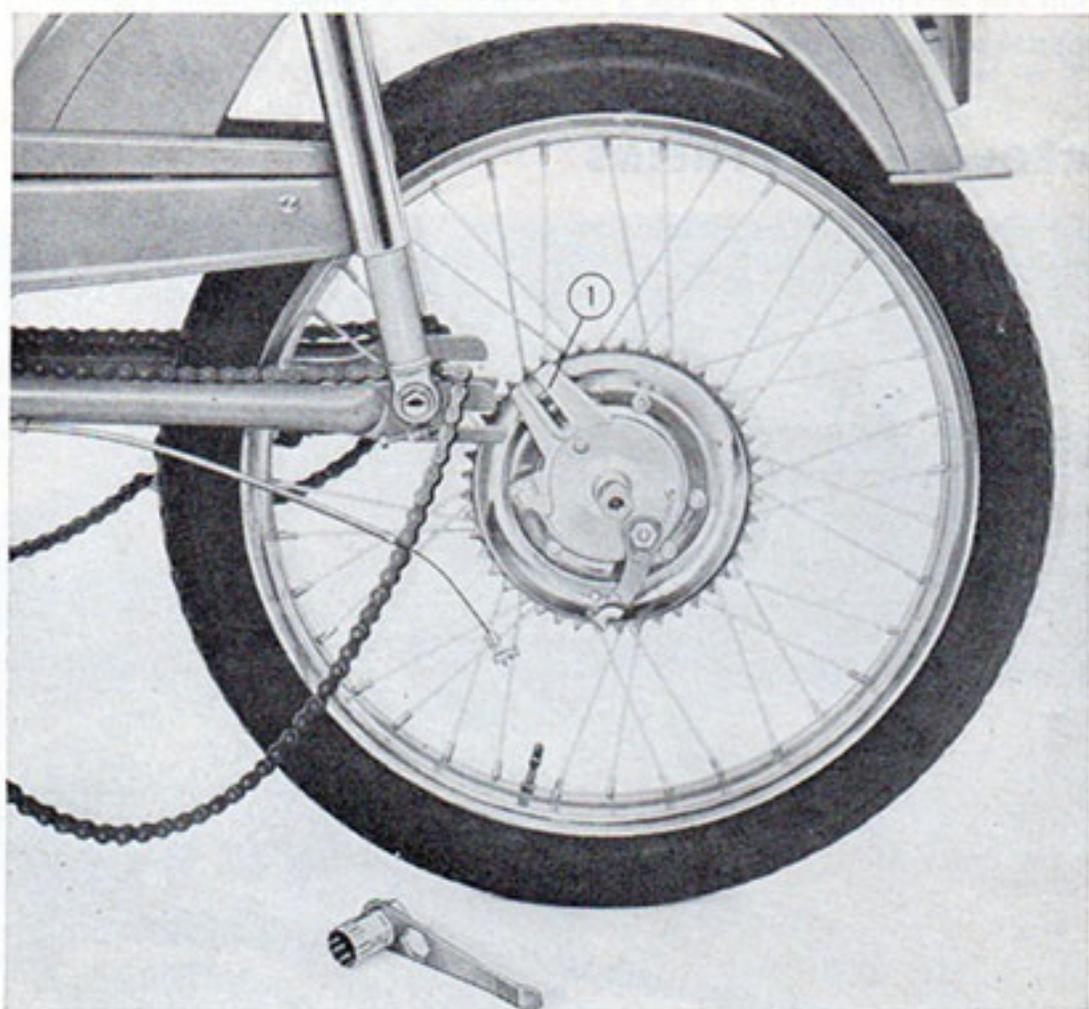

Fig. 13
Au remontage, faire attention à bien engager la patte d'ancrage (1) (Fig. 13) sur le téton de point fixe.